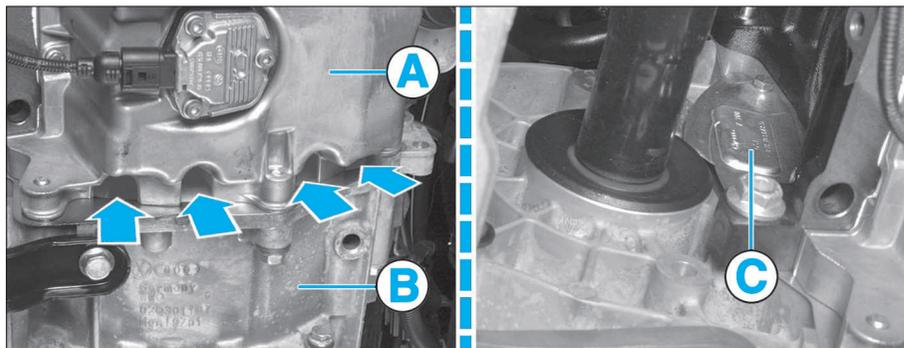

FIG. 1
Des trous ont été aménagés entre le moteur (A) et la boîte de vitesses (B) dans la partie inférieure du carter d'huile ou en retirant la tôle de protection (C) (Fig.1).